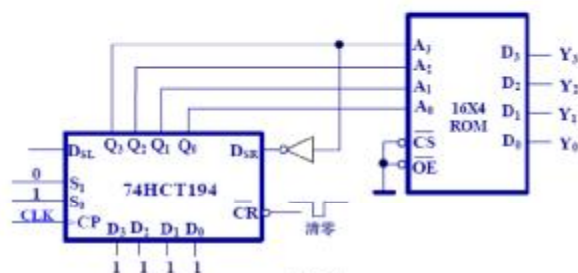

图 7
双向移位寄存器 74HCT194 和 16X4 PROM 组成如图 7 电路：
- (1) 其中移位寄存器构成什么电路？根据图 7 中所示条件画出其工作状态图：